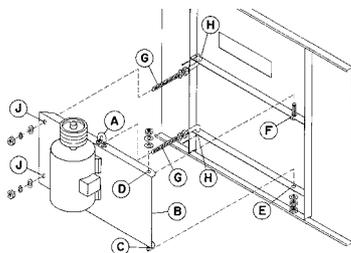

Abb. 18 – Zusammenbau außen montierter Motoren
1. Betrachten Sie Abb. 18 eingehend, bevor Sie mit der Installation der Motorplatte beginnen.